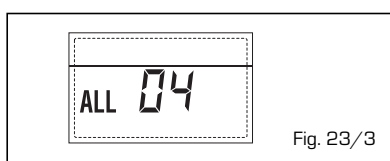

Fig. 23/3
- ANOMALIA SONDA MANDATA RISCALDAMENTO "ALL 05" (fig. 23/4)